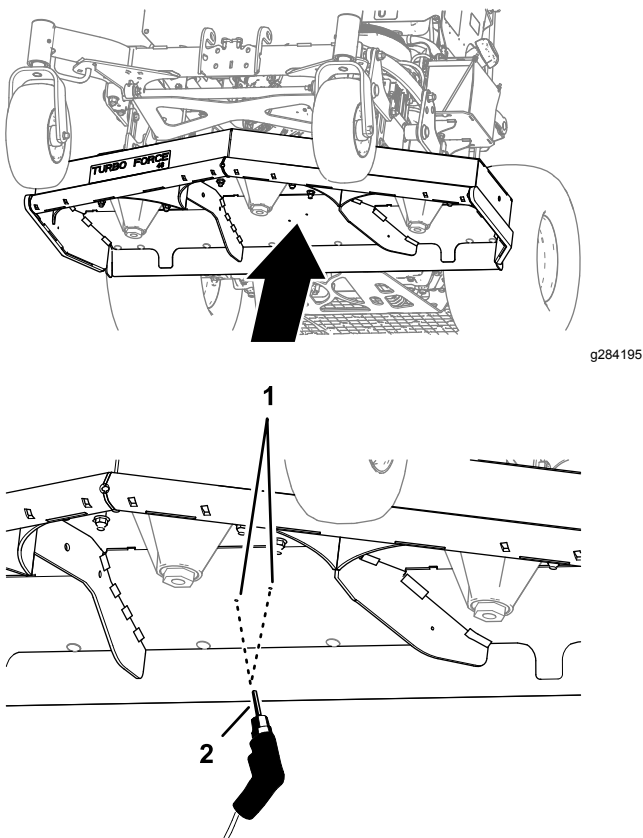

Figure 9
1. Percez 2 avant-trous au bas du plateau de coupe avec un foret de 8 mm, comme montré à la Figure 9.